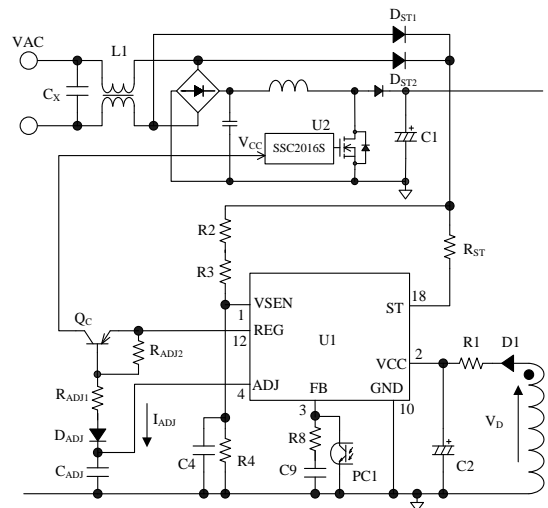
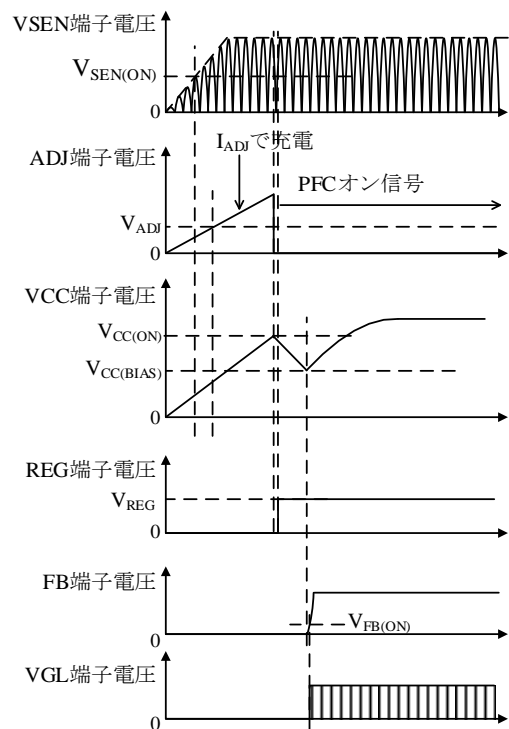

図 9-11 PFC オン/オフ信号を使用する場合の VCC 端子周辺回路
図 9-12 PFC オン/オフ信号を使用する場合の起動動作
VCC 端子周辺回路を図 9-11、起動時の動作波形を図 9-12 に示します。電源は以下のように起動します。
IC が動作すると、VCC 端子への印加電圧は、図 9-11 の補助巻線電圧 V_D を整流平滑した電圧になります。
- 図 9-11 の C2 を大きくする、または R1 を小さくする